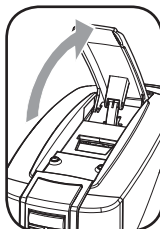

Fig.1
- 8- Sollevare la leva di apertura del vano porta capsule (Fig.1).